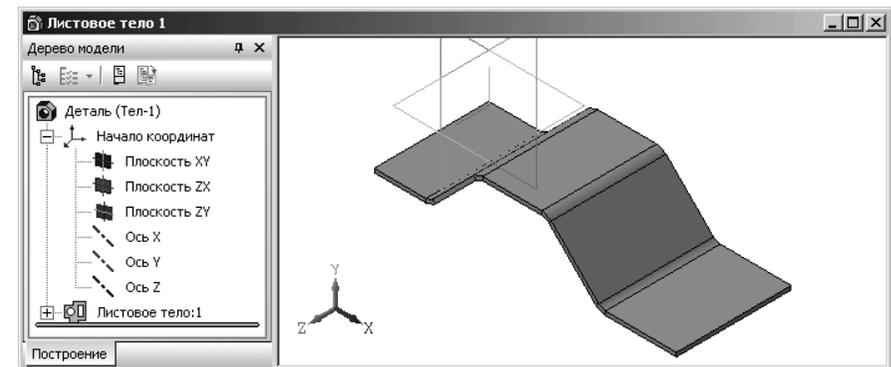

Рис. 7.15. Пример создания листового тела с разомкнутым эскизом
- щелкните на панели инструментов **Вид** по кнопке – **Полупрозрачное**. Появится созданное листовое тело, показанное на рис. 7.15.